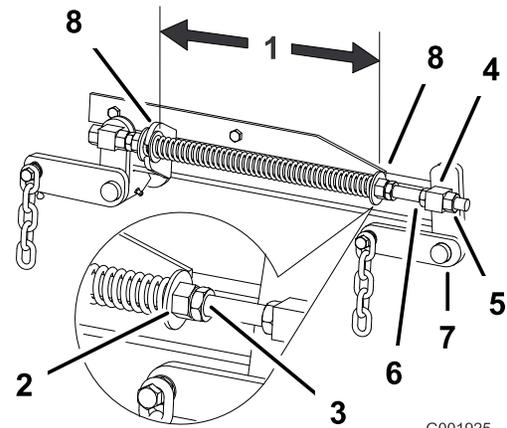

Figure 63
- Vérifiez que les deux grandes rondelles sont espacées de 28,2 cm (11-1/8 pouces) pour les tabliers de coupe de 52 pouces, et de 26,7 cm (10-1/2 pouces) pour les tabliers de coupe de 60 pouces (Figure 63).
- Régalez cette distance en desserrant l'écrou de blocage du ressort et en tournant l'écrou devant chaque ressort (Figure 63).
- Bloquez l'écrou en position en serrant l'écrou de blocage du ressort (Figure 63).